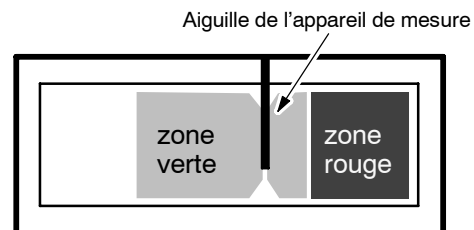

FIG. 14
5. Réglez l'appareil de mesure de la pression du patin dans la zone verte. Appuyez sur le bouton de réglage de la pression du patin pour réduire ou augmenter la pression. Pour obtenir un résultat optimal, réglez l'aiguille de la manière illustrée. (Figure 14).